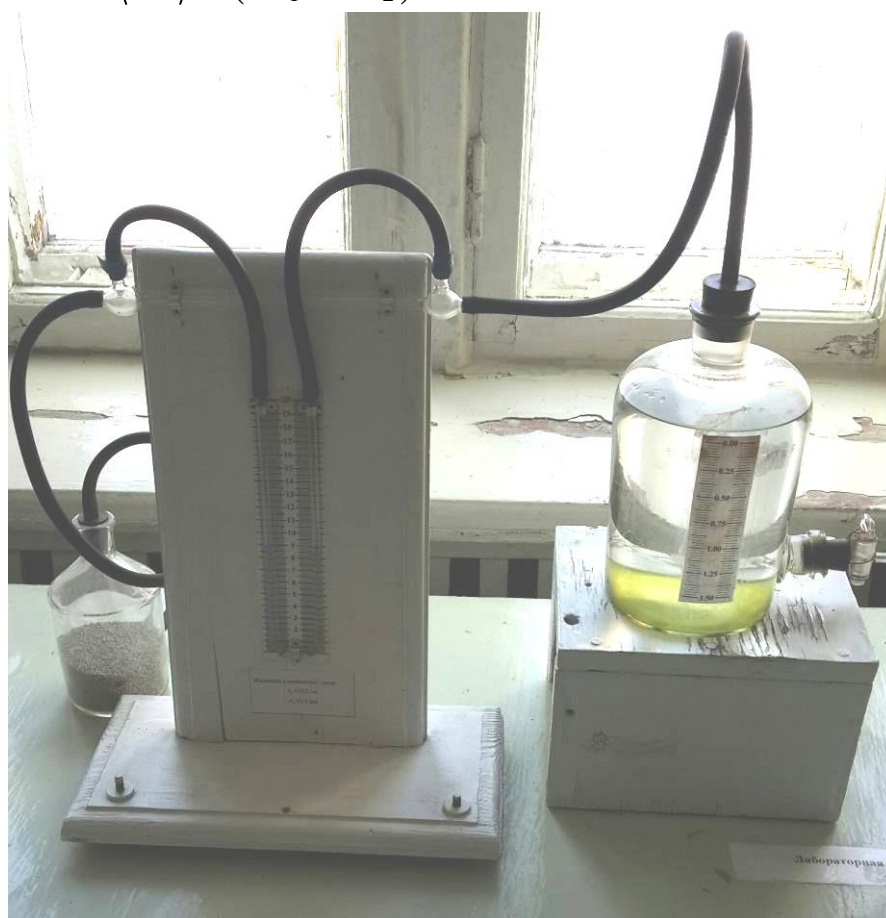

Рис. 2. Экспериментальная установка
Капилляр (1) длиной  $l_K$  и диаметром  $d_K$ , к концам которого подключен манометр (2), соединен одним концом с аспиратором (3), а другим с осушителем (4). Когда из аспиратора выливается вода, давление в нём понижается, и через капилляр течет воздух, который засасывается через осушительный фильтр (4) с хлоридом кальция  $\text{CaCl}_2$ . Вследствие внутреннего трения давления на концах капилляра неодинаковы. Разность этих давлений  $\Delta p$  измеряется манометром. Объём  $V$  воздуха, прошедшего за время  $\tau$  через капилляр, равен объёму вытекшей из аспиратора воды и определяется по его шкале в литрах. Экспериментальная установка представлена на рис. 2.